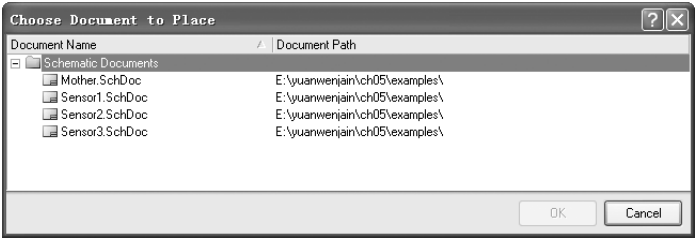

图 5-14 “Choose Document to Place”对话框
6) 打开原理图文件“Mother1. PrjPCB”，单击菜单栏中的“设计”→“HDL 文件或原理图生成图纸符”命令，系统将弹出如图 5-14 所示的“Choose Document to Place”（选择文件放置）对话框。